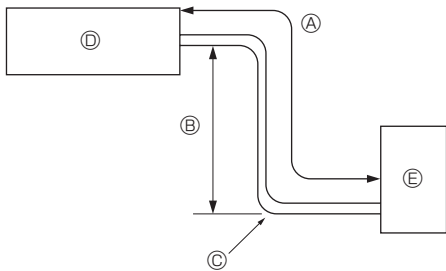

Fig. 2-1
- ① Tubo de junção.....×1
2.1. Tubo de refrigerante (Fig. 2-1)